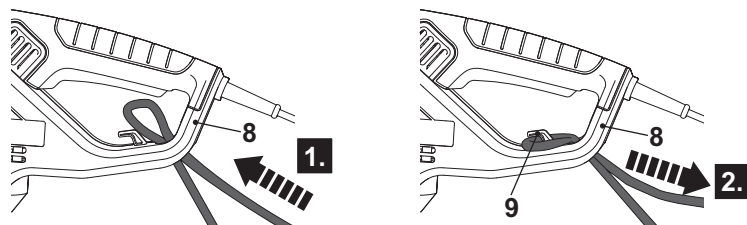

Fig. 2
1. Doble el cable alargador hacia atrás, a unos 30 cm del extremo y pase el nudo por el agujero de la protección trasera (8) (Fig. 2, paso1)
2. Páselo por el retenedor del cable (9) y tire suavemente de él para asegurarse de que está bien sujeto (Fig. 2, paso 2).